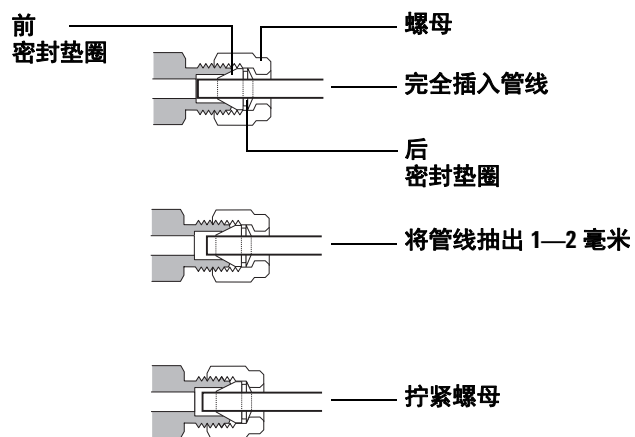

图 13 插入管线
- 5 将管线完全推入插头中，然后将其抽出大约 1 至 2 毫米（图 13）。